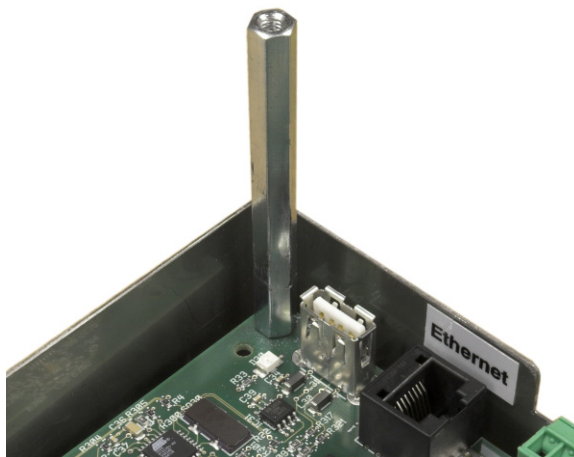

Figure 4-53 : Support sur la carte principale
11. Dévissez les six vis fixant la carte principale au boîtier et enlevez-les. Leurs emplacements sont entourés sur la Figure 4-53. Dans le cas d'un terminal avec montage sur panneau, les quatre fixations externes sont des supports hexagonaux (voir la Figure 4-53).